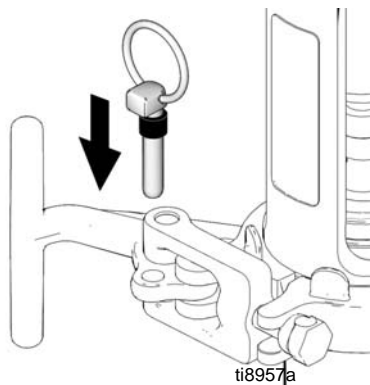

FIG. 22
3. (Fig. 22) Luk klemmen (247) omkring pumpen (111) og skub denne for at lukke.